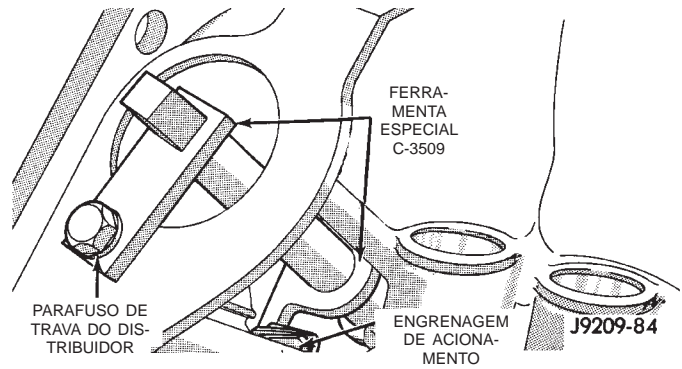

Fig. 40 Ferramenta de Fixação do Eixo de Comando das Válvulas C-3509 (Posição Instalada)
- (1) Lubrifique os lóbulos e os munhões do eixo de comando das válvulas e insira o eixo de comando das válvulas a 51 mm (2 pol.) de sua posição final no bloco de cilindros.
- (2) Instale a Ferramenta do Instalador de Engrenagem do Eixo de Comando das Válvulas C-3509 com a lingüeta atrás da engrenagem de acionamento do distribuidor (Fig. 40).